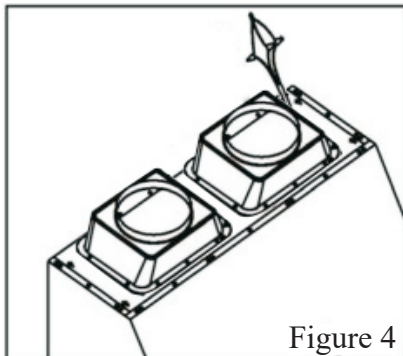

Figure 4
- B-3. Percez le trou d'accès de fixation de fil à l'arrière de la hotte et tirez les câbles électriques à travers, comme montré dans la Figure 4.